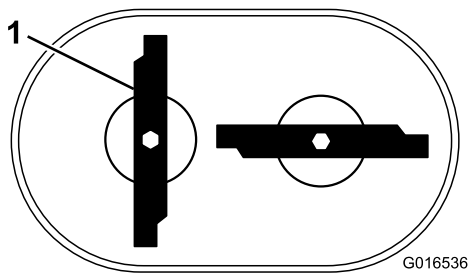

Figura 46
**Nota:** Le lame dovranno essere perpendicolari e formare una "T" rovesciata, come mostrato in Figura 46.